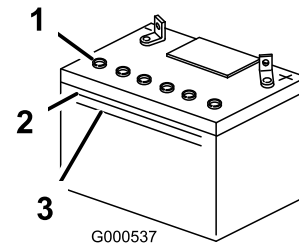

図 43
1. バッテリーを側面から見て液の量を確認する。電解液が上の線まであればよい 図 43。バッテリー液の量が下の線より下がらないように管理する 図 43。
3. バッテリーの各セルのキャップを外す 図 43。
4. 液量が上の線に達するまで 図 43、各セルに蒸留水をゆっくりと補給する。
5. 各セルに補給した後、510分待って液量がバッテリーケースの上の線 図 43に届かなければ蒸留水を足す。